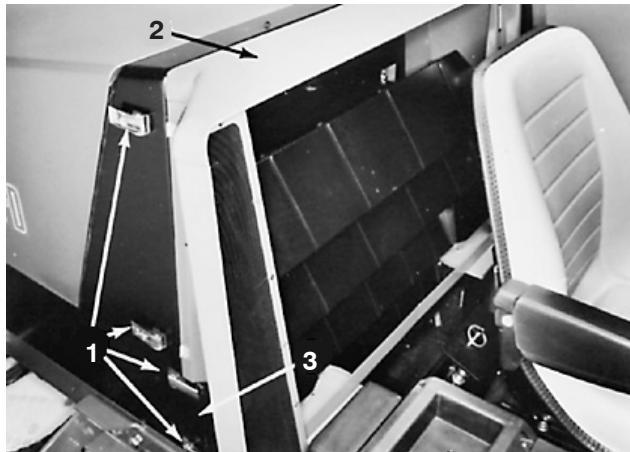

Figure 42
- Déverrouillez les poignées de verrouillage de chaque côté et déposez le cadre de radiateur et le support de grille (Fig. 42).